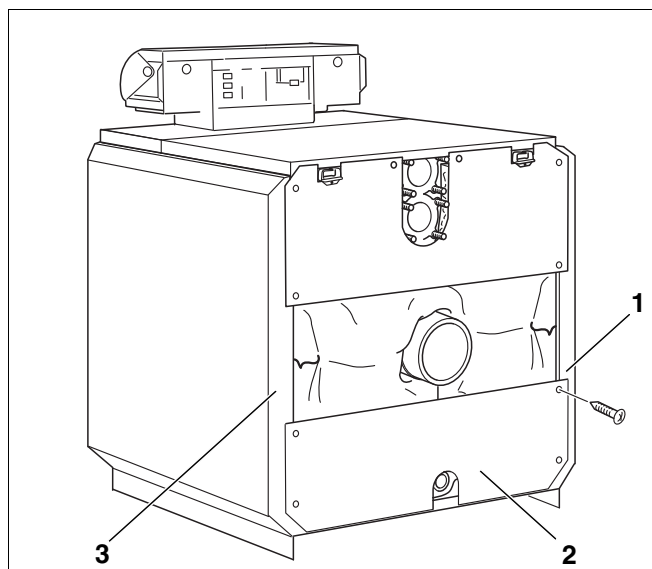

Fig. 40 Montaggio – Pannello posteriore inferiore della caldaia
- Avvitare il pannello posteriore inferiore della caldaia (fig. 40, [2]) sui pannelli laterali (fig. 40, [1] e [3]), con la sezione per il raccordo di carico e scarico rivolta verso il basso.